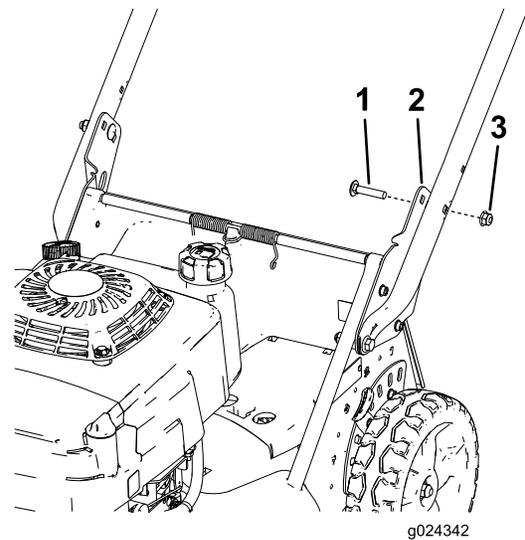

Figura 6
2. Suporte da pega (2)
6. Prenda a pega aos suportes à altura pretendida. Utilize dois parafusos de carroçaria (5/16 pol. x 1½ pol.) e duas porcas flangeadas (5/16 pol.), tal como se ilustra na Figura 6.